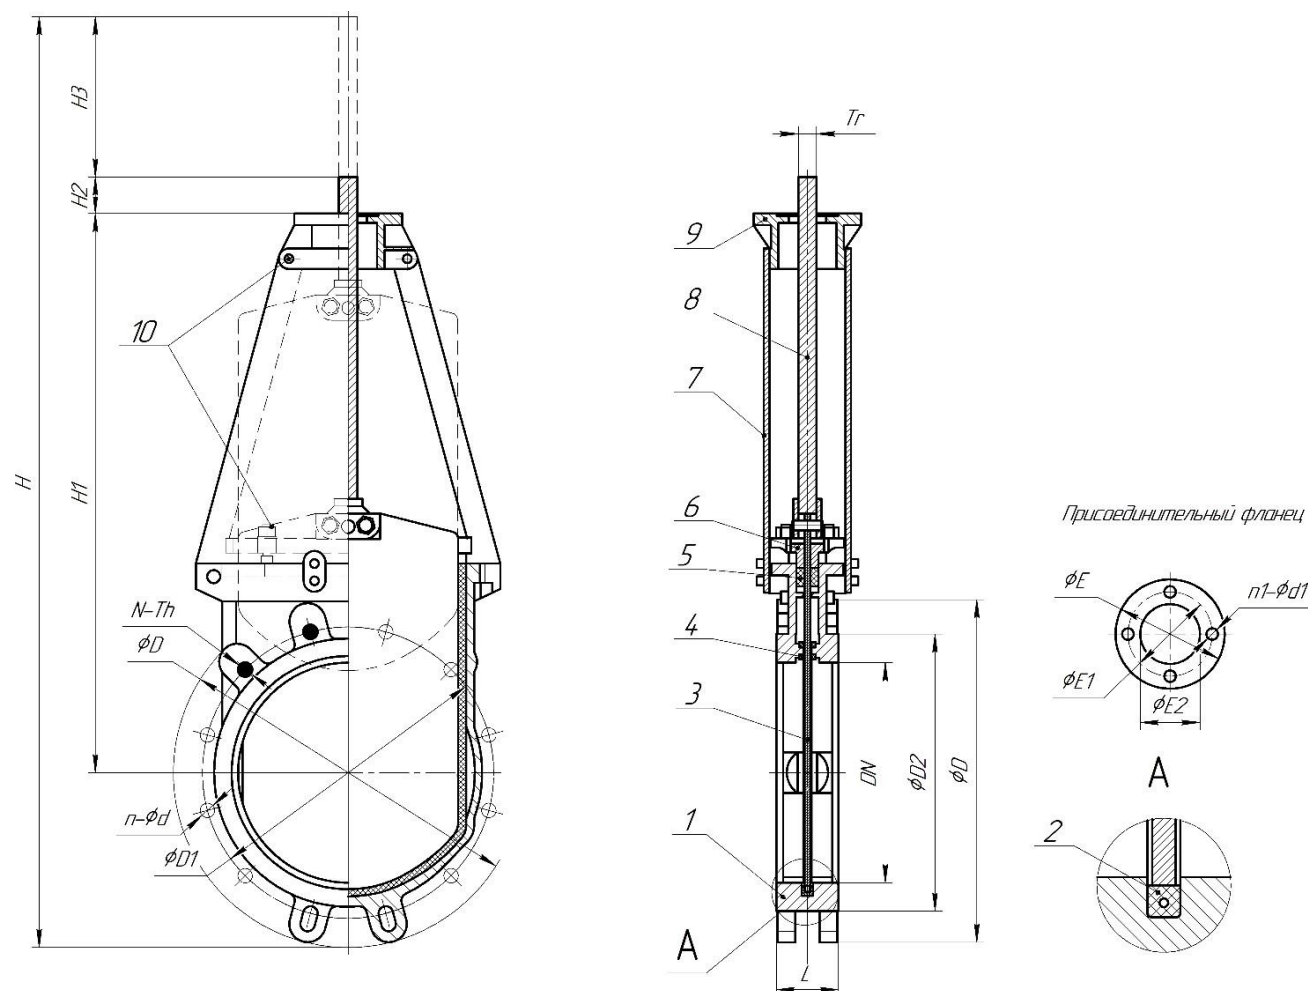

Рисунок 1. Задвижка без исполнительного механизма с выдвижным шпинделем DN50-1000
- 3) выкрутить винты, соединяющие шпиндель (8) с шибером (3) (рис. 1 приложения); отсоединить механизм задвижки;
- 4) открутить гайки крепления прижимного фланца (6) и снять фланец (рис. 1 приложения);
- 5) извлечь шибер (3), после чего, извлечь сальниковое уплотнение (5) (рис. 1 приложения);
- 6) очистить полость сальника, установить шибер (3) и установить новое сальниковое уплотнение (рис. 1 приложения).
7) установить прижимной фланец (6) и равномерно, по перекрестной схеме затянуть гайки, соблюдая одинаковое расстояние между прижимным фланцем (6) и шибером (3) с обеих сторон (рис. 1 приложения);
9) проверить правильность центровки сальникового уплотнения (5) и плавность хода, выполнив несколько открытий и закрытий задвижки. При обнаружении течи через сальник задвижки, необходимо равномерно подтянуть гайки прижимного фланца (6) (рис. 1 приложения).